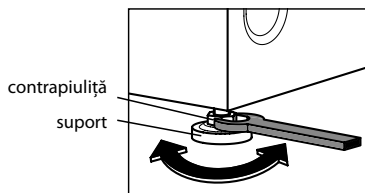

Figura 5
**3.2.2** Așezați mașina după nivel strict orizontal, deșurubând sau răsucind, în primul rând, suporturile reglabile din față, în conformitate cu Figura 5: slăbiți cu cheia pentru piulițe contrapiulițele de pe suporturi, reglați înălțimea suporturilor, strângeți contrapiulițele. Instalarea incorectă a mașinii după nivel sau strângerea insuficientă a contrapiulițelor ulterioare poate fi o sursă de vibrație și de zgomot sporit în timpul funcționării mașinii.